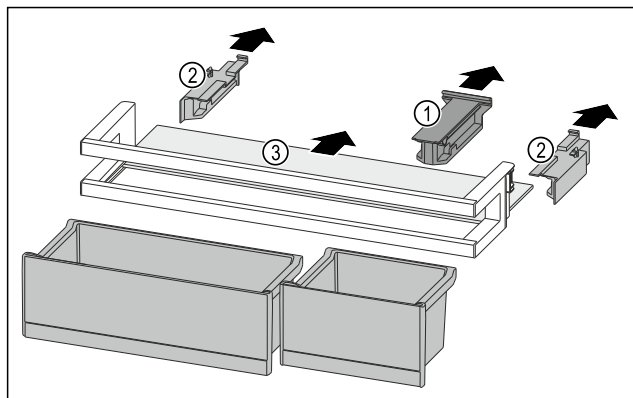

Fig. 148
- Držák Fig. 148 (1) stáhněte.
- Boční díly Fig. 148 (2) stáhněte.
- Odkládací plochu Fig. 148 (3) odeberte.